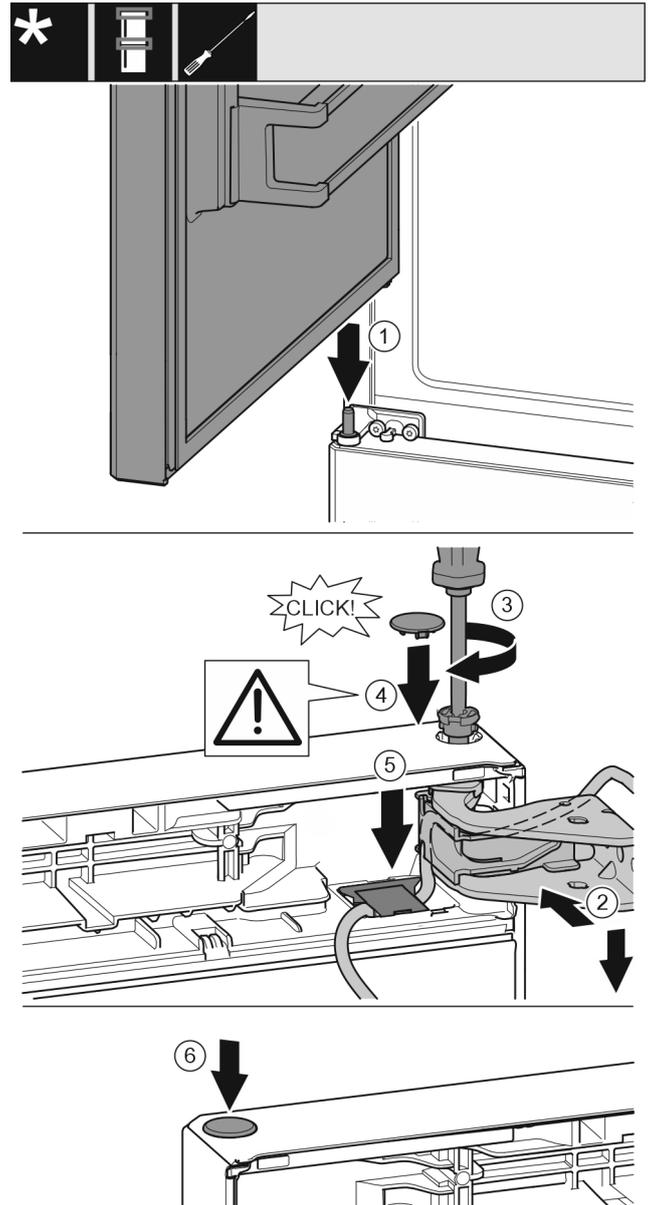

Fig. 42
- ▶ Viršutines duris uždėkite ant vidurinės atraminės gembės. Fig. 42 (1)
- ▶ Duris viršuje išlygiuokite į atraminės gembės angą. Fig. 42 (2)
- ▶ Įstatykite varžtą ir tvirtai prisukite atsuktuvu T15. Fig. 42 (3)
- ▶ Durims užfiksuoti sumontuokite apsauginę dengiamąją plokštelę: uždėkite apsauginę dengiamąją plokštelę ir patikrinkite, ar ji priglunda prie durų. Kitu atveju įstatykite iki galo varžtą. Fig. 42 (4)
- ▶ Įstatykite dengiamąją plokštelę ir ją spauskite, kol ji užsifiksuos. Fig. 42 (5)
- ▶ Įstatykite kaištį. Fig. 42 (6)